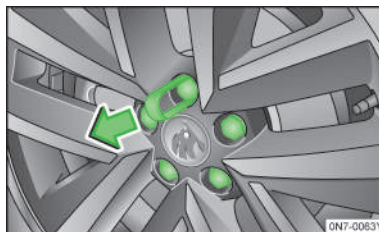

图 149
- 用塑料卡夹夹住盖罩» 图 149，然后沿箭头方向将其拔下。